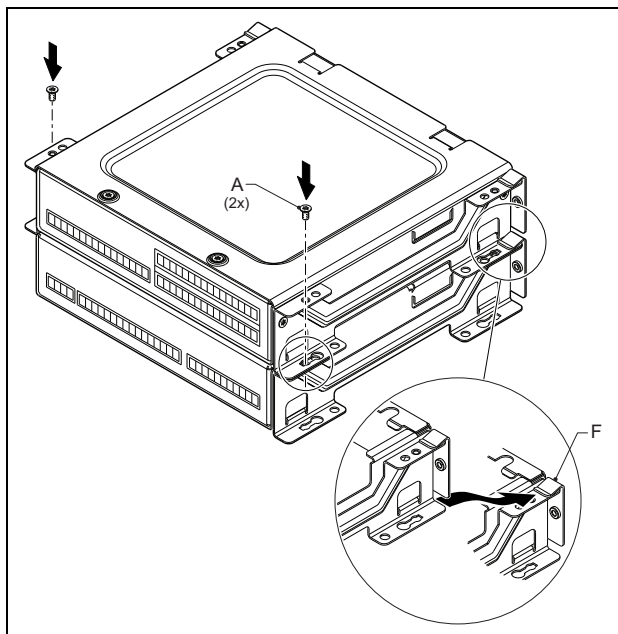

abbildung 20.11: Modulstapelung
- 7 Setzen Sie das obere Modul auf das untere Modul (siehe abbildung 20.11).